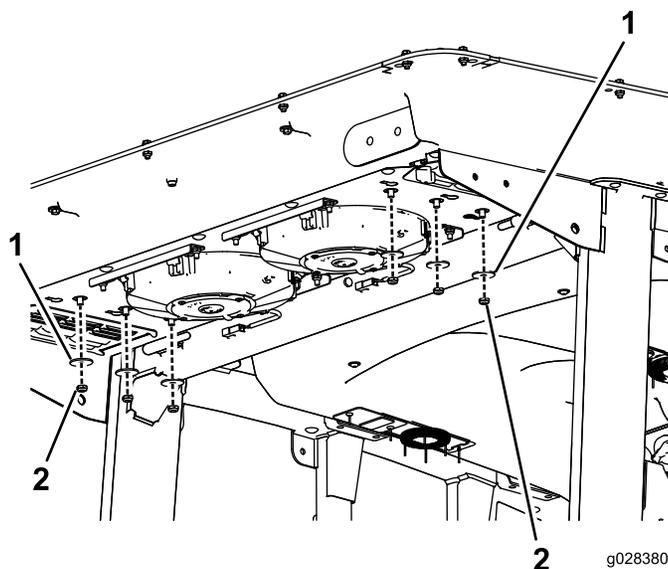

Figura 87
2. Retire as seis porcas e anilhas da parte inferior da traseira da cabina (Figura 87).